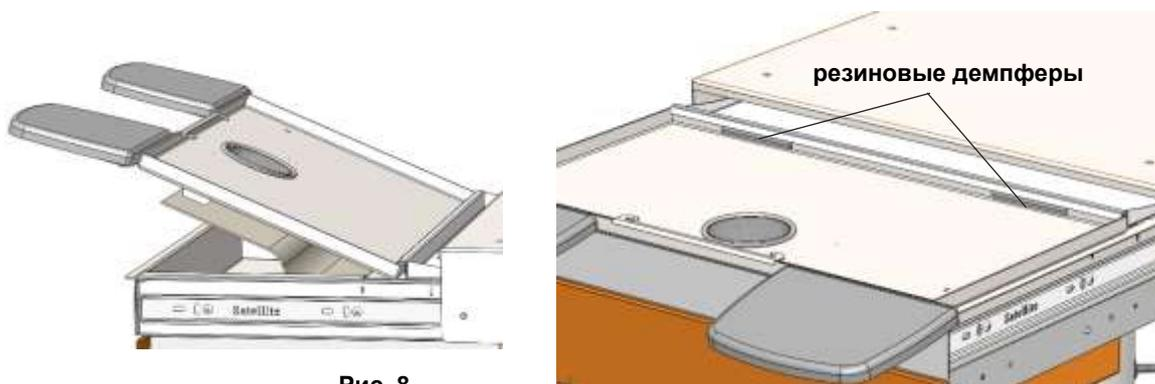

Рис. 8
6.2.4 На поддон (8) установить съемную столешницу (3), заведя ее задний бортик под загиб задней крышки. При установке столешницы убедиться, что резиновые демпферы, установленные на заднем бортике, не съехали со своих мест (рис.8). При опускании столешницы убедиться, что передняя часть фильтр-мешка полностью вошла в поддон (не попала между столешницей и поддоном).